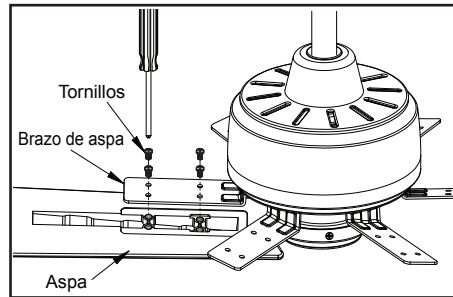

Figura 16
1. Fija el aspa al soporte de aspa usando los herrajes de montaje provistos. Aprieta firmemente todos los tornillos. (Figura 16)